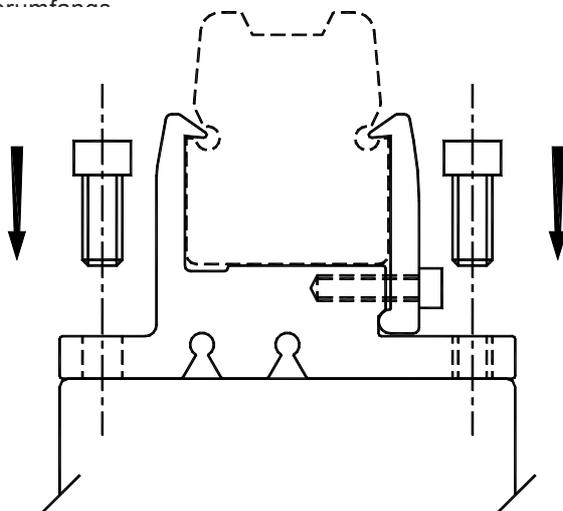

Bild 4
3.2 Kennzeichnen Sie die Position für die Basishalterungen an der Vorderfläche des Bodenständers, dort wo der Lichtvorhang montiert werden soll. Achten Sie darauf, dass sich die Markierungen an beiden Bodenständern auf der selben Höhe befinden. Die Grundfläche der Basishalterung muss seitlich mit dem Profil des Bodenständers abschließen (siehe Bild 4).
b) Bohren Sie mit 4,2mm Durchmesser vor. Schneiden Sie Gewindebohrungen (M5) direkt in den Bodenständer an den Positionen der Montagebohrungen und schrauben Sie die Basishalterungen mit M5x20 Schrauben fest (siehe Bild 4). Die Befestigungsschrauben sind nicht Bestandteil des Lieferumfanges.